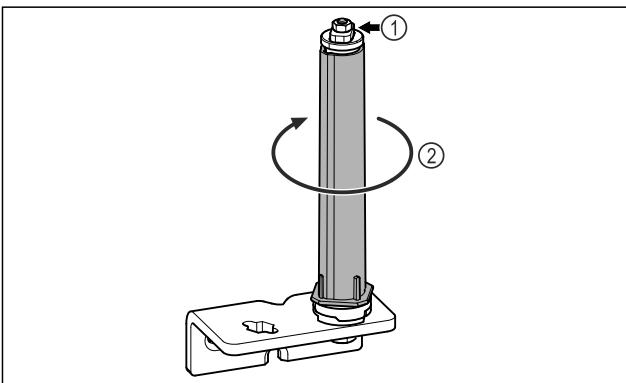

Fig. 21
▶ Türschließsystem Fig. 21 (1) nicht zerlegen.
- ▶ Schließsystem Fig. 21 (2) drehen, bis es klickt.